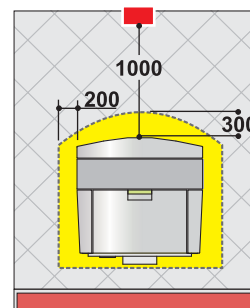

Abb.15
• Bei Bodenbelägen aus entflammarem Material muss der Pellet-Kaminheizofen auf eine Platte (z. B. Stahl oder Glas) mit entsprechender Stärke (min. 4 mm) gestellt werden (**Abb. 15**).